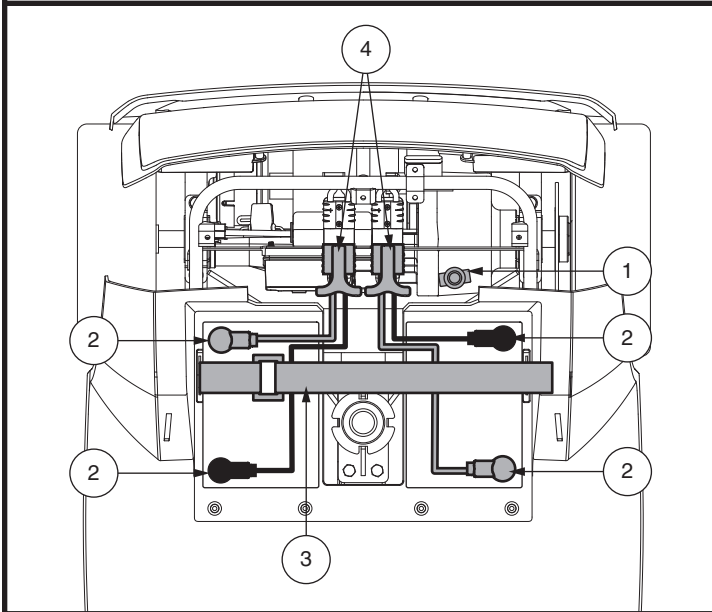

Figure 9 Enlèvement/installation des batteries et connexions
2. Détachez les courroies des batteries. **Voir la figure 9.**
3. Débranchez les faisceaux de batterie en tirant sur la poignée en forme de T sur les connecteurs du faisceau de batterie et en les tirant vers le haut. **Voir la figure 9.**
6. Placez une nouvelle batterie dans chaque puits. Placez les bornes de batterie de chaque batterie l'une en face de l'autre et vers les côtés extérieurs du scooter. **Voir la figure 9.**